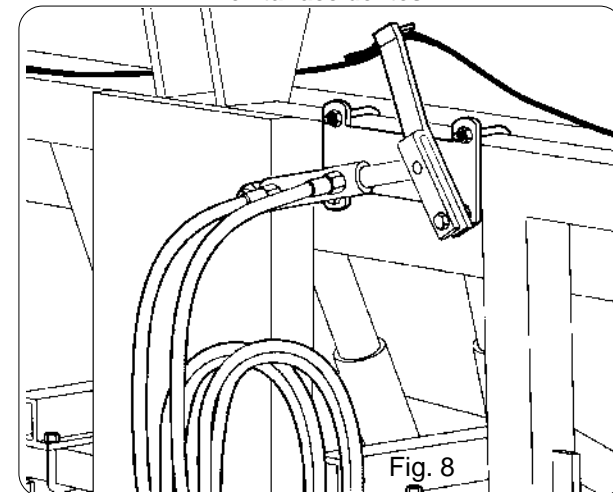

Fig. 8
- Comando idraulico (Fig.8).
- Hydraulic control (Fig. 8)
- Hydraulische steuerung (Abb. 8)
- Commande hydraulique (Fig. 8)
- Mando hidráulico (Fig. 8)